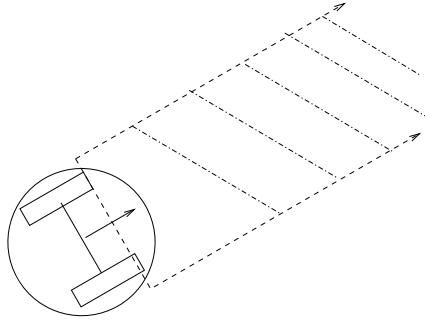

FIGURE 3 – Domaine de perception du capteur C
3. On considère trois robots mobiles circulaires de type unicycle (differential drive) identiques R_i , de rayon r , qui disposent chacun d'un capteur spécial de perception, C orienté dans la direction du robot (voir figure 3).
- C permet de détecter tout objet se trouvant en face de lui de même largeur que le robot (voir figure 3) sur une distance infinie et retourne la plus courte distance à l'obstacle détecté. La fonction $DETECT(R_i(q_j))$ retourne la plus courte distance du robot R_i à la configuration q_j à l'obstacle détecté (ou bien $NULL$ si pas d'obstacle).